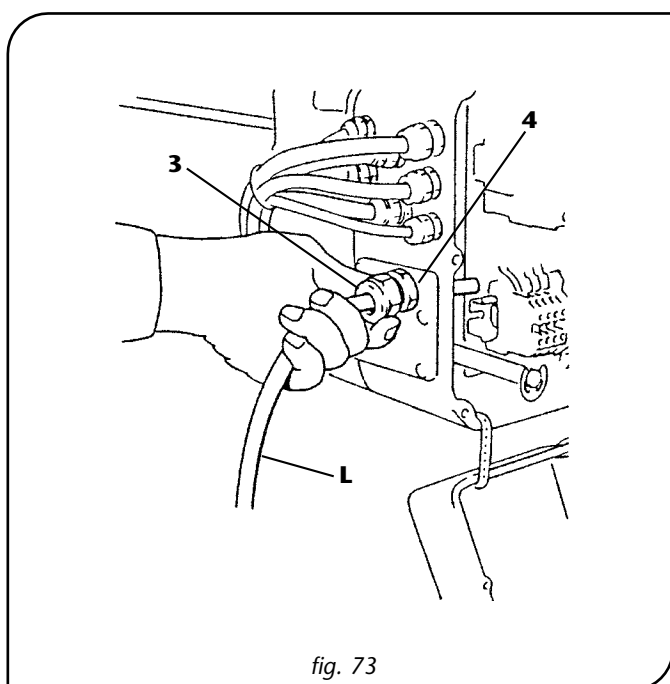

fig. 73
4. Allentare la ghiera -3- del pressacavo -4-, introdurre nello stesso il cavo di linea -L- e serrare a fondo la ghiera del pressacavo (fig. 73).